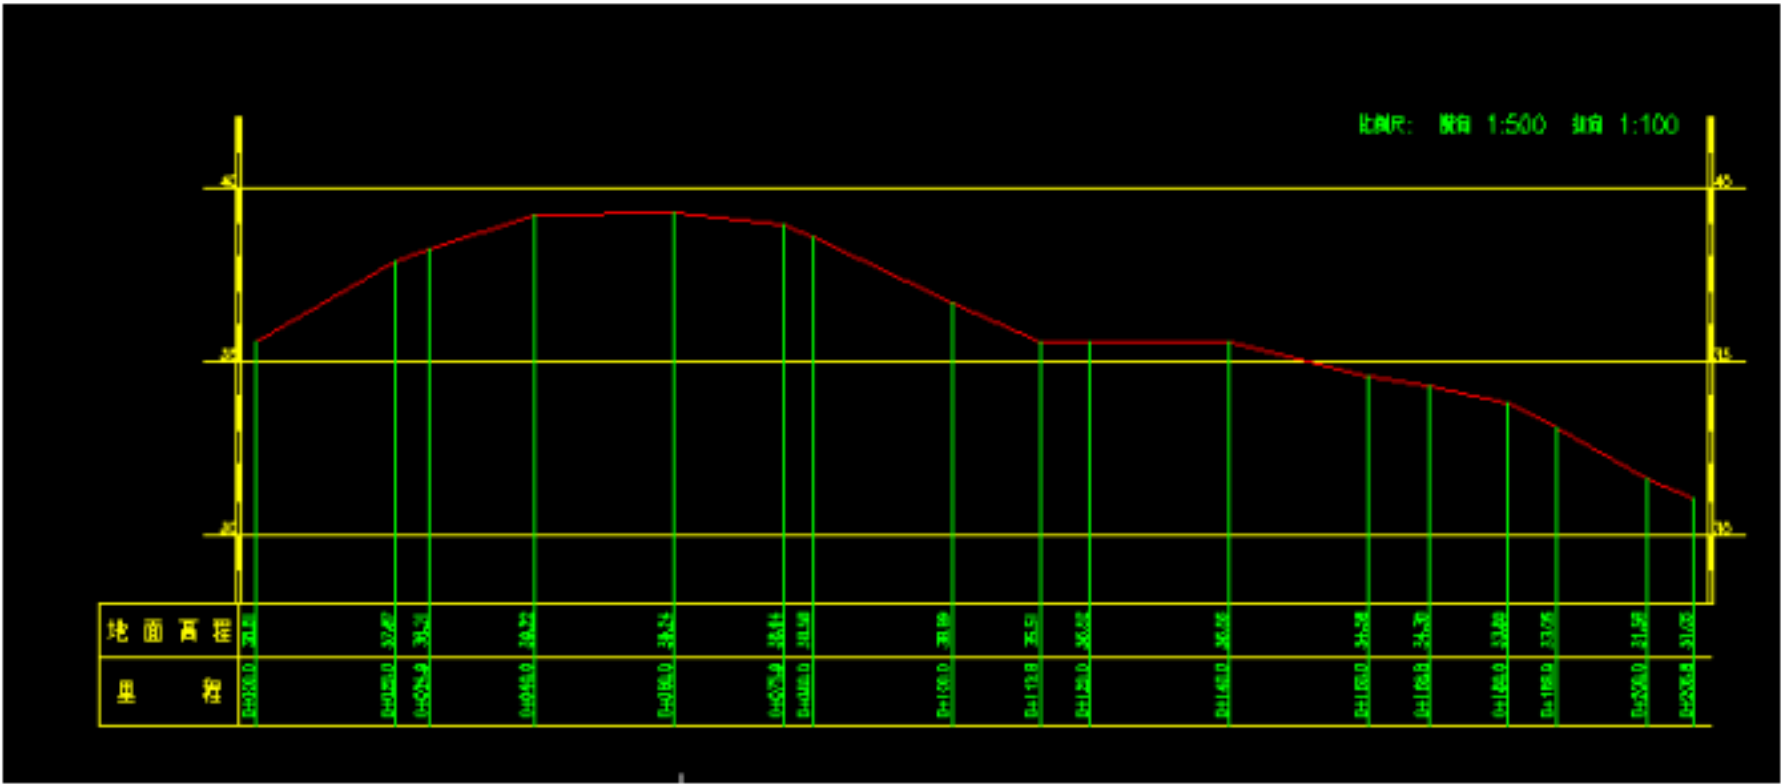

图 22 纵断面图
3) 点击“确定”之后，在屏幕上出现所选断面线的断面图。如图 22 所示。